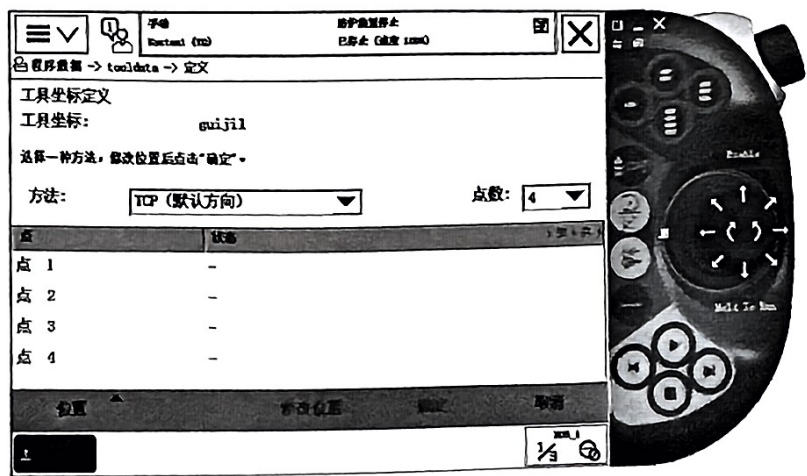

图 2-92 步骤 9)
9) “方法”选择“TCP（默认方向）”，“点数”选择“4”，如图 2-92 所示。